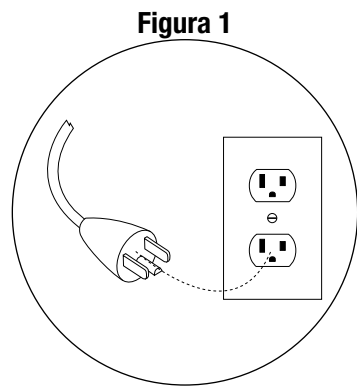

Figura 2
- Debe usarse un adaptador para conectar un enchufe de 3 clavijas a un enchufe de 2 clavijas para un receptáculo de 2 clavijas (vea Figura 2).